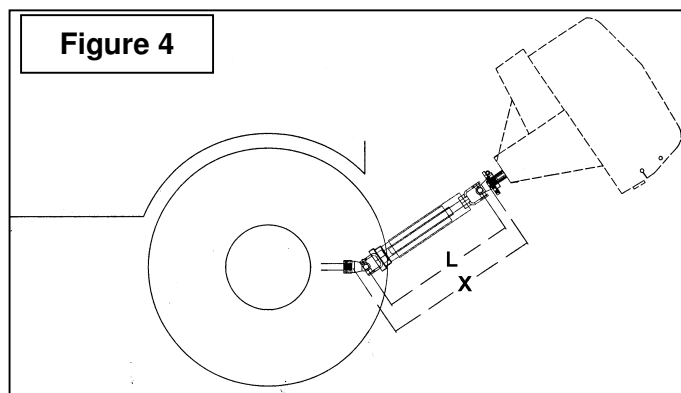

Figure 4
1. Pour déterminer la longueur "L" de votre modèle de tracteur, il faut d'abord trouver le facteur "X" en mesurant la distance horizontale entre le bout de l'arbre de commande du tracteur et le bout de l'arbre entraîné lorsque la souffleuse est en position de transport tel qu'illustré à la Figure 4